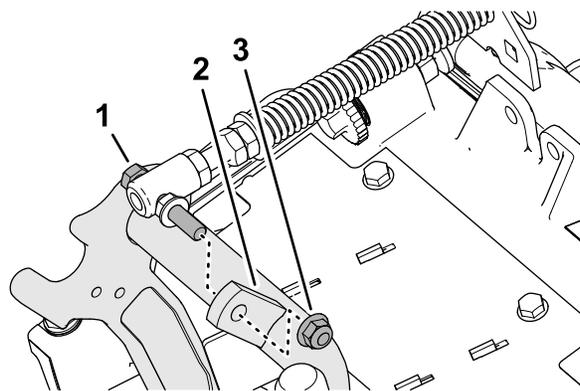

Рисунок 19
3. Отверните фланцевую контргайку ($\frac{3}{8}$ дюйма), которая крепит колпачковый винт пружины компенсации состояния грунта к правому выступу несущей рамы, и снимите пружину компенсации с режущего блока (Рисунок 19).